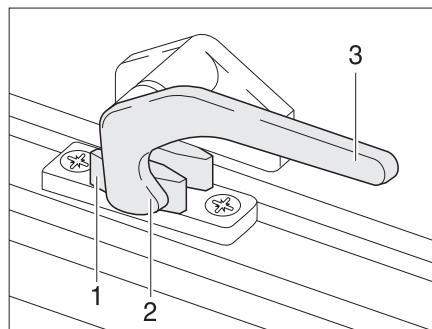

Bild 6 Verriegelungshebel in Stellung "geschlossen"
- Den Verriegelungshebel (Bild 6,3) eine viertel Umdrehung zur Fenstermitte hin drehen.
- Den Verriegelungshebel (Bild 6,3) eine viertel Umdrehung zum Fensterahmen hin drehen. Die Verriegelungsnase (Bild 6,2) liegt auf der Innenseite der Fensterverriegelung (Bild 6,1).
- in Stellung "fest verschlossen" (Bild 6)